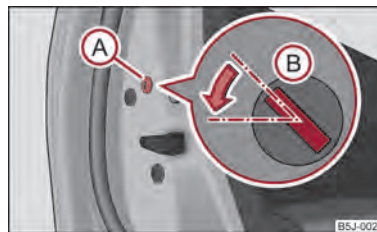

Abb. 14 Notverriegelung der Tür
- Bauen Sie die Blende **A** ab ⇒ Abb. 14.